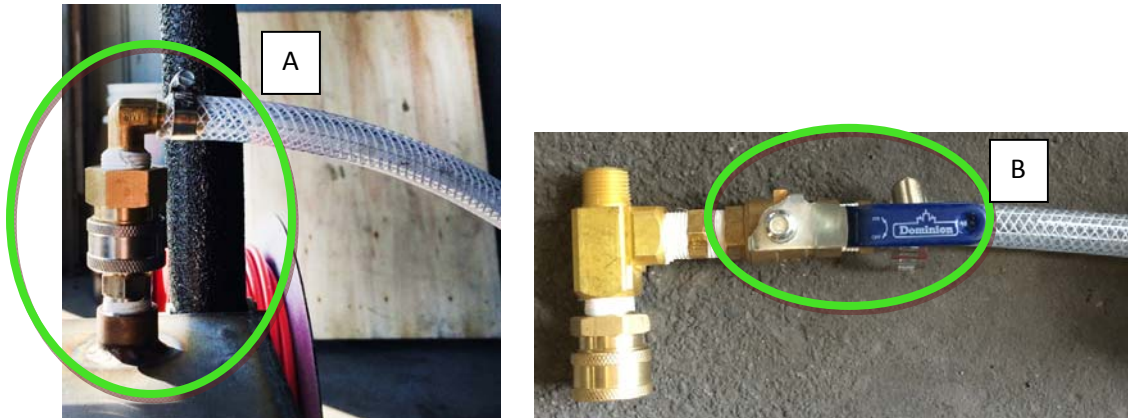

Figure 1.3
- 6- Raccorder le boyau de retour (A) au réservoir de votre équipement de dégel **Multi DGL Pro®** et ouvrir la valve à billes (soupape) (B). Voir figure 1.3.
- 11- Une fois que la ligne a été décongelée, fermer la valve à bille (soupape) afin d'éviter un débordement du réservoir. Voir figure 1.3.